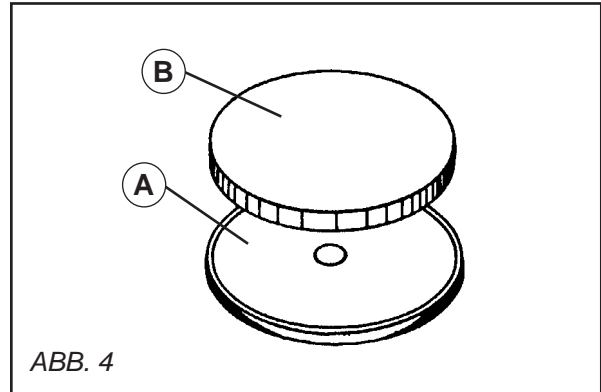

ABB. 4
• **FILZTRÄGERPLATTE (SIEHE ABB. 4):**
- Die Auflagefläche der Platte (A) reinigen.
- Die Filzscheibe (B) mit Kontaktkleber bestreichen.